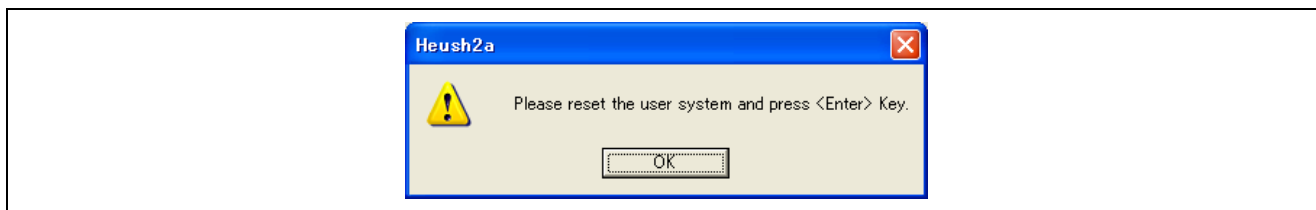

図5 信号入力要求メッセージのダイアログボックス
(9) E10A-USBエミュレータとユーザーシステムの接続を開始します。図 5に示す信号入力要求メッセージが表示されますので、ユーザーシステムの電源を投入後、ユーザーシステムからRESET信号を入力し、[OK]ボタンをクリックします。